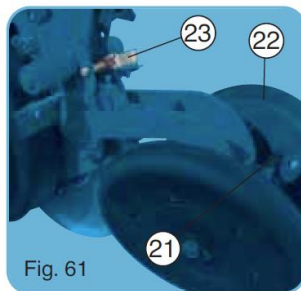

Fig. 61
- Umieścić dźwignię **(21)** (fig. 61).
- Pozycja robocza (fig. 61).